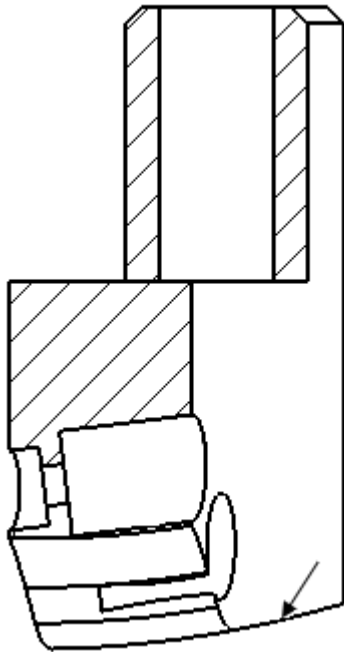

Рис. 11
- Выберите кромку, показанную на рис. 11, и нажмите кнопку **Вспомогательный вид панели инструментов «Чертёж»**. Вид перпендикулярный кромке, а также стрелка и метка вида «В» создаются автоматически.